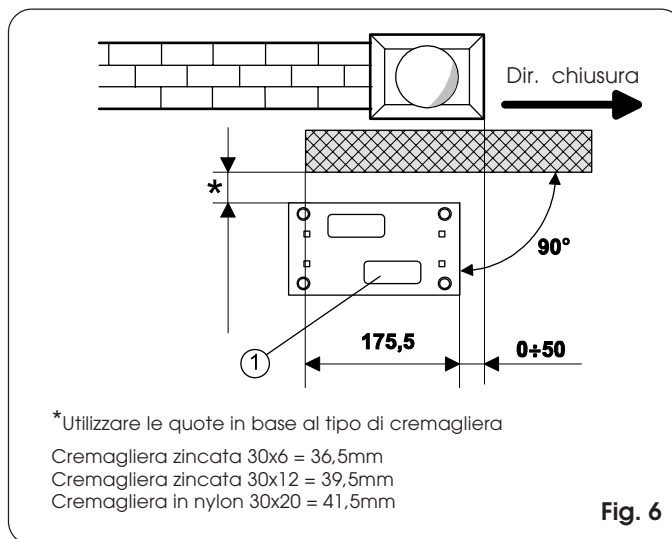
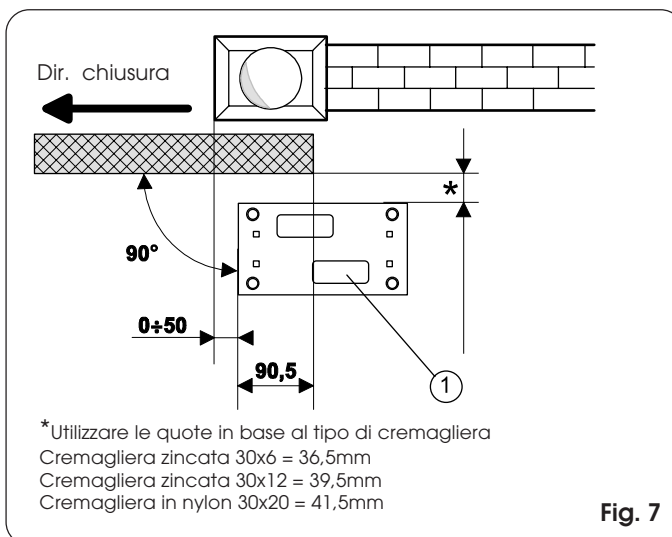

Fig. 6
Fig. 7
- 1) La piastra di fondazione deve essere posizionata come da Fig. 6 (chiusura destra) o Fig. 7 (chiusura sinistra) per garantire il corretto ingranamento tra il pignone e la cremagliera.